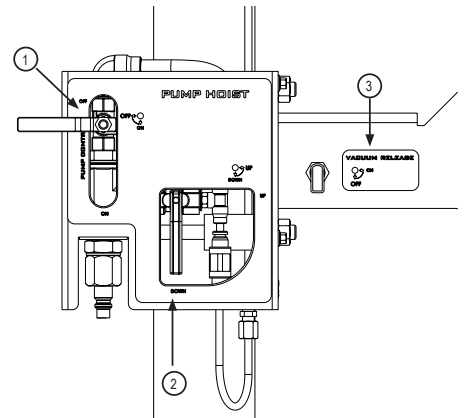

Fig. 11
1. Start the pump by placing the "Pump Control" valve in the "ON" position (1) (fig. 11).
4. Move the control cabinet lever to the "UP" position (2) (fig. 11). Only with follower plate model, open the vacuum release valve, a current of air enters the drum to push the inductor plate (3) (fig. 11).
6. Only for follower plate model: close the vacuum released valve (3) (fig. 11).
1. Starta pumpen genom att vrida ventilen "Pump Control" till läge "ON" (1) (fig 11).
4. Vrid ventilen (2) (fig 11) till läge "UP". Om enheten är utrustad med följelock, vrid vakuumbventilen (3) för att samtidigt blåsa in luft i fatet för att underlätta lyftningen av fatet.
6. Stäng vakuumbventilen (3) (fig. 11).